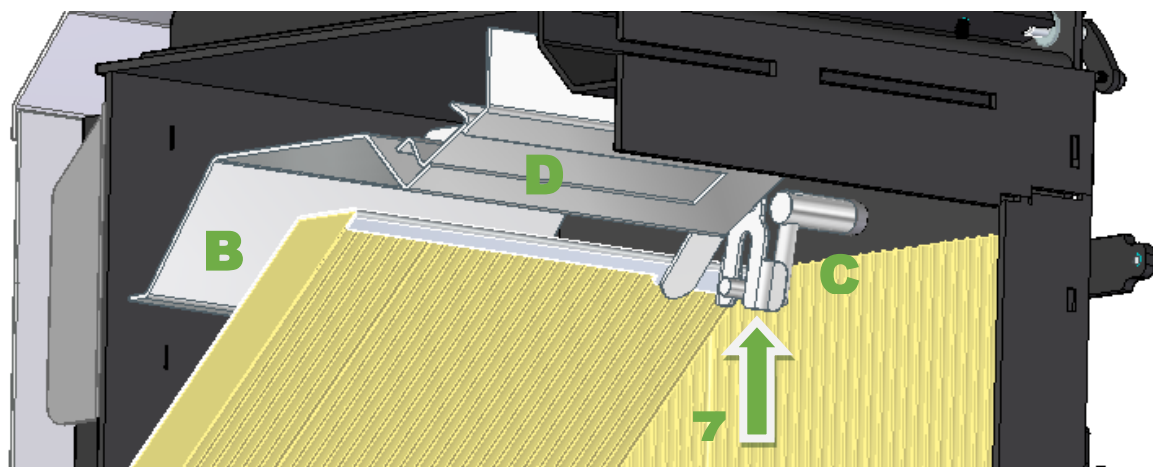

Figura 38 – Encaixe do sistema do circuito de fumos
3. Para tornar a reinstalar o circuito de fumos, é repetir todos os procedimentos de forma inversa. Tenha em atenção que o veio do registo de fumos (C) está colocado na ranhura existente no circuito de fumos (B). Para verificar se o circuito de fumos esta bem instalado puxe o registo e verifique se a pala (D) deste desloca-se, ver Figura 38.